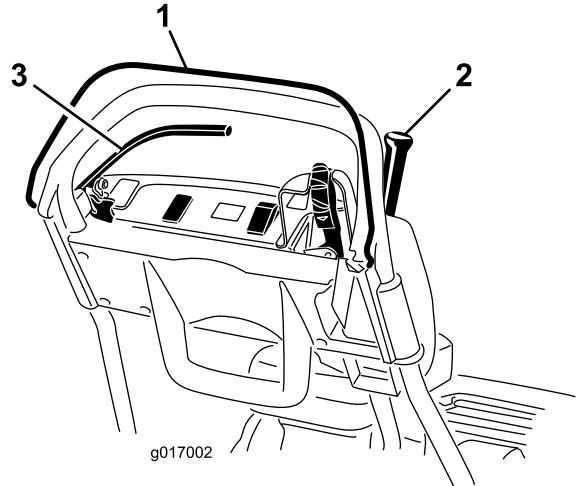

Figura 34
3. Com o CPO solto, tente acionar a alavanca de tração (Figura 34). A alavanca de tração não deve engatar. Se a alavanca de tração engatar, o sistema de segurança precisa de ser inspecionado. Corrija o problema antes de utilizar a máquina; consulte Manutenção do interruptor de segurança de tração (página 36).
4. Com o CPO carregado e a alavanca de tração acionada, solte o CPO (Figura 34). A alavanca de tração deve desengatar. Se a alavanca de tração não desengatar, o sistema de segurança precisa de ser inspecionado. Corrija o problema antes de utilizar a máquina. Consulte Manutenção do interruptor de segurança de tração (página 36).
5. Com o CPO carregado e alavanca de mudanças para a esquerda, ative a tração e a transmissão do cilindro e solte o CPO (Figura 34). A alavanca de tração deve desengatar. Se a alavanca de tração não desengatar, o sistema de segurança precisa de ser inspecionado. Corrija o problema antes de utilizar a máquina; consulte Manutenção do interruptor de segurança de tração (página 36) ou Ajustar o controlo do cilindro (página 40).